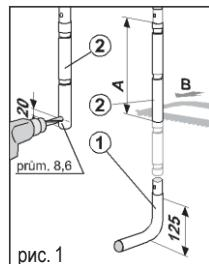

рис. 1
A. (рис. 1) необходимо принять во внимание высоту дуги [1] (прибл. 125 мм). Место резания B. измерьте и обозначьте. Лучше всего измерение выполните дважды перед тем, как ножки отрежете!